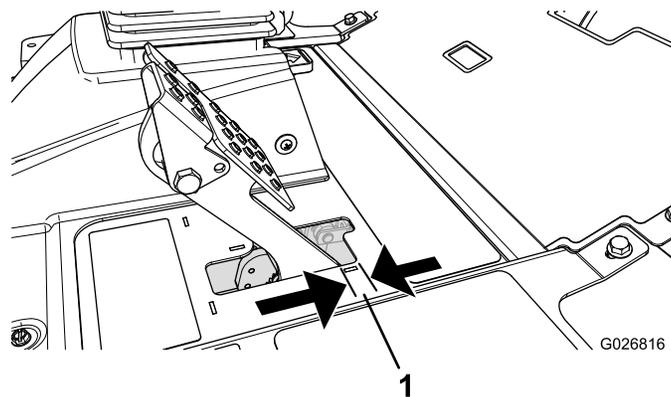

Рисунок 86
Отрегулируйте тормоза, если свободный ход педали тормоза превышает 2,5 см или требуется большее усилие нажатия для торможения (Рисунок 86). Свободный ход — ход педали тормоза до начала ощущения сопротивления.
2. Затяните заднюю гайку, чтобы переместить трос назад так, чтобы свободный ход педалей тормоза до момента фиксации колес составлял от 0,63 до 1,27 см (Рисунок 86).